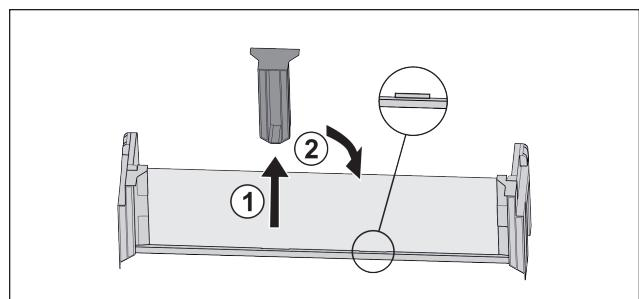

Fig. 30
- ▶ Снимите среднюю поддерживающую деталь *Fig. 30* (1).
- ▶ Вставьте среднюю поддерживающую деталь во вторую позицию *Fig. 30* (2).